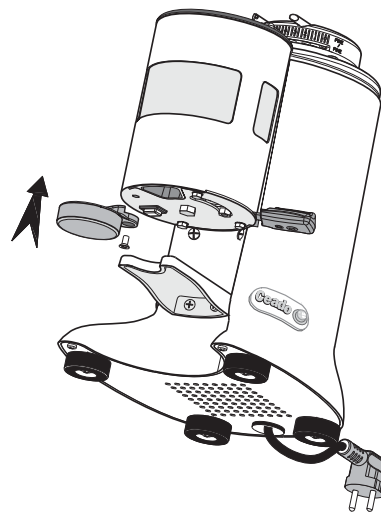

Abb. 10
- 2 Die Pressvorrichtung positionieren und mit der Schraube in der Ausstattung befestigen (Abb. 10).